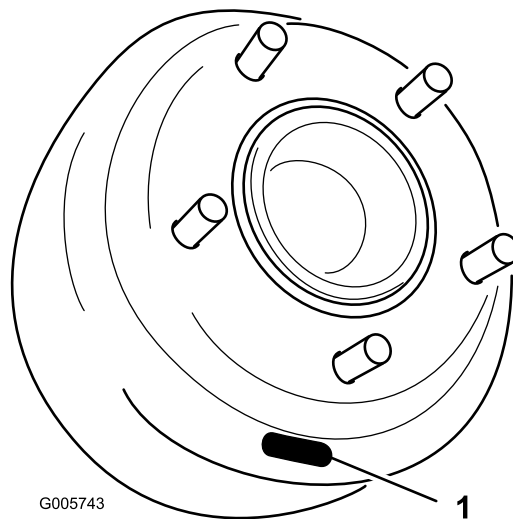
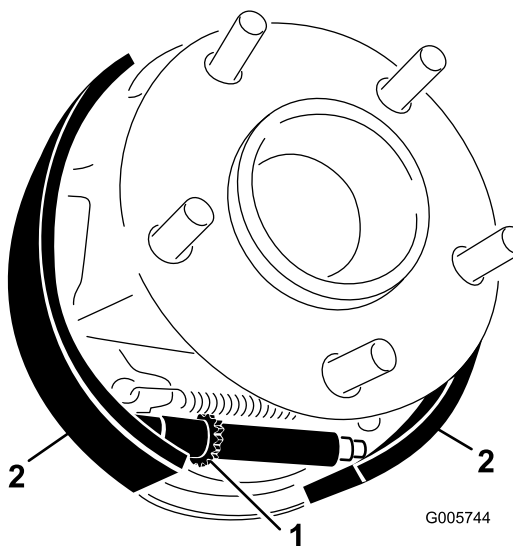

Figura 61
Figura 62
5. Retire as porcas da roda e desloque o conjunto da roda e do pneu para fora do pino roscado. Rode o tambor do travão até a ranhura de ajuste se encontrar no fundo e centrada, através da porca que permite ajustar os calços do travão (Figura 61).
6. Utilize uma ferramenta de ajuste de travões ou uma chave de parafusos para rodar a porca em estrela (Figura 61) até o tambor do travão (Figura 62) ficar bloqueado devido à pressão exterior dos calços do travão (Figura 62).